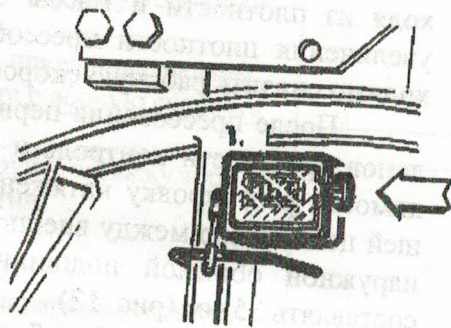

Рисунок 11
6.3.14 Установить счетчик сменной выработки на «0» (рис. 11).